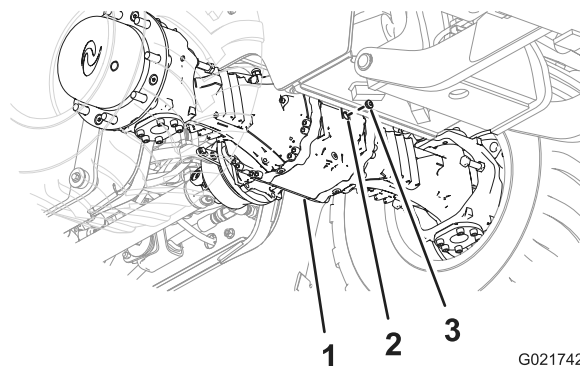
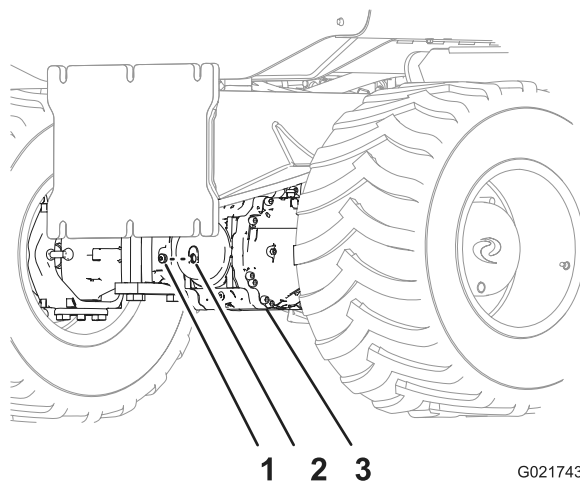

Figure 66
Figure 67
3. Vérifiez par le regard que le niveau d'huile dans le pont atteint le bas du filetage de l'orifice (Figure 66 et Figure 67).
- Insérez le bouchon dans le regard du logement de pignon du pont (Figure 66 et Figure 67).